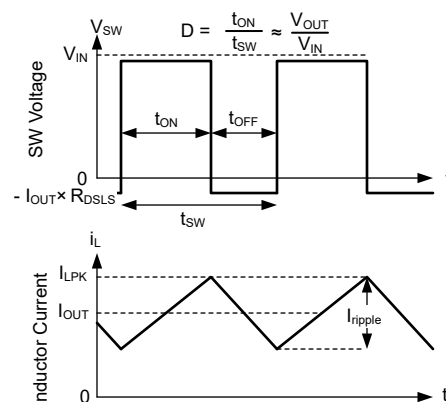

図 7-13. 連続モード (CCM) における SW 電圧とインダクタ電流の波形
LM684x5-Q1 の以下の動作の説明は、セクション 7.2 と 図 7-13 の波形を参照しています。両方とも、内蔵ハイサイド (HS) およびローサイド (LS) NMOS スイッチを各種デューティ サイクル (D) でオンにすることで、制御された出力電圧を供給します。HS スイッチのオン時間の間、SW 端子の電圧 (V_{SW}) は V_{IN} の付近までスイングし、インダクタ電流 (i_L) は線形的な傾きで増加します。HS スイッチは、制御ロジックによってオフにされます。HS スイッチのオフ時間 (t_{OFF}) の間、LS スイッチはオンにされます。インダクタ電流は LS スイッチを通して放電され、LS スイッチの両端の電圧降下によって V_{SW} をグランドより低い電圧まで強制的にスイングさせます。一定の出力電圧を維持するため、レギュレータ ループはデューティ サイクルを調整します。D は、HS スイッチのオン時間をスイッチング周期で割った値として次のように定義されます。 $D = T_{ON} / (T_{ON} + T_{OFF})$ 。